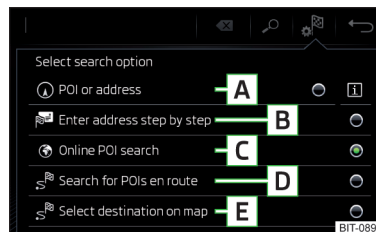

Fig. 207
### Superficies de función » fig. 207
- Luego pulsar la superficie funcional de un punto del menú para la búsqueda del destino **A**, **C** o **D** » fig. 207 de la pág. 187.
- Luego pulsar la superficie funcional  → **B** » fig. 207 de la pág. 187.
- Luego pulsar la superficie funcional  → **E** » fig. 207 de la pág. 187.